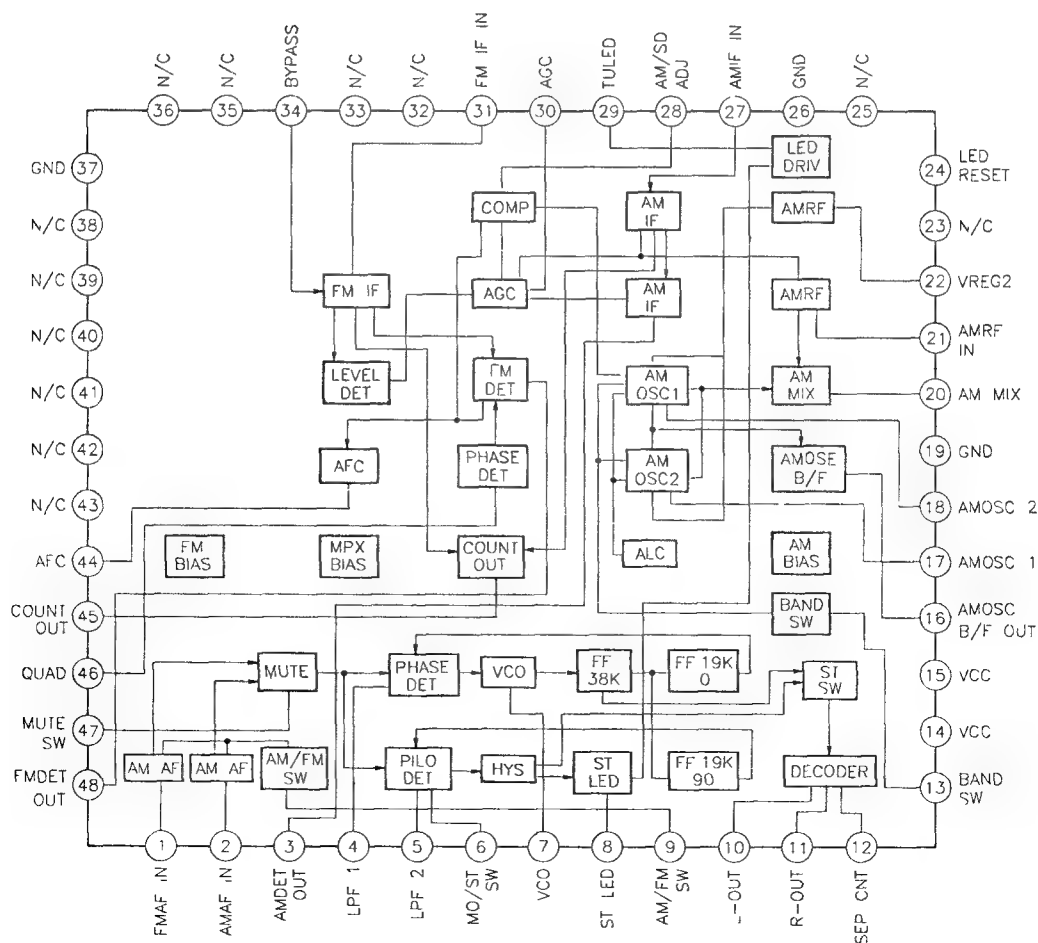

Рис. 1.4. Структурная схема микросхемы KA2295Q
Дальнейшая обработка частотно-модулированного (FM) сигнала осуществляется в микросхеме ИС1 KA2295Q (рис. 1.4), на вход которой колебания подводятся через вывод ИС1/31.